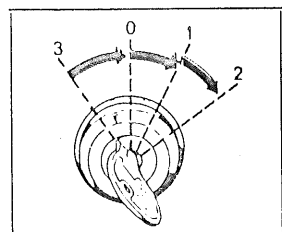

Fig. 22. Startnyckelns lägen.
4. Sätt i startnyckeln och vrid den ett steg medurs (till läge 1 i fig. 22).
6. Tryck in startnyckeln och vrid den medurs till läge 2 i fig. 22. Startmotorn inkopplas då. Håll nyckeln kvar för hand i detta läge tills motorn gått igång. Släpp sedan nyckeln, som då återgår till körläge (läge 1 i fig. 22).
OBSERVERA! Startlåset är samtidigt huvudströmbrytare för motorns elektriska system. Genom att motorn är utrustad med växelströmgenerator får inte startnyckeln vridas av till neutralläge (0 i fig. 22) under det att motorn är igång. Detta kan skada likriktardioderna. Analogt med detta bör påpekas att batterikablar ej får skruvas loss från ett batteri för att anslutas till ett annat batteri under det att motorn är igång.